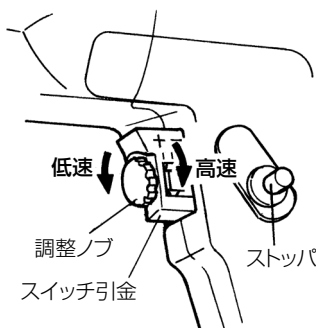

図 17
- ストップを押し連続運転の状態で、調整ノブを ⊕ 側に回すと回転数が上がり、最大まで回すと $2,600 \text{ min}^{-1}$ {回/分} になり、⊖ 側に回すと回転数が下がり、最後に停止します。(図 17)